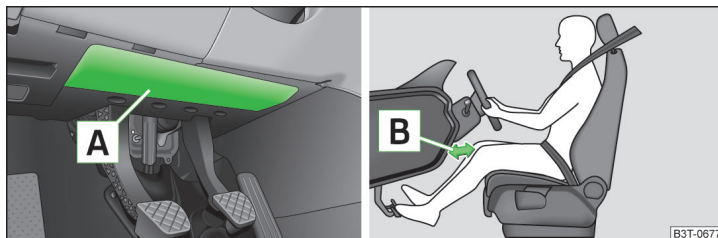

Fig. 10 Lugar de montaje del airbag / distancia de seguridad respecto al tablero de instrumentos
El airbag de rodillas para el conductor [A] está colocado en la parte inferior del tablero de instrumentos, bajo la columna de dirección » fig. 10.
- Ajuste el asiento del conductor longitudinalmente de forma que la distancia de las piernas **B** hasta el tablero de instrumentos en la zona del airbag de rodillas sea al menos de 10 cm » **fig. 10**. En caso de que no sea posible cumplir esta condición debido al tamaño del cuerpo, se debe acudir a un taller especializado.